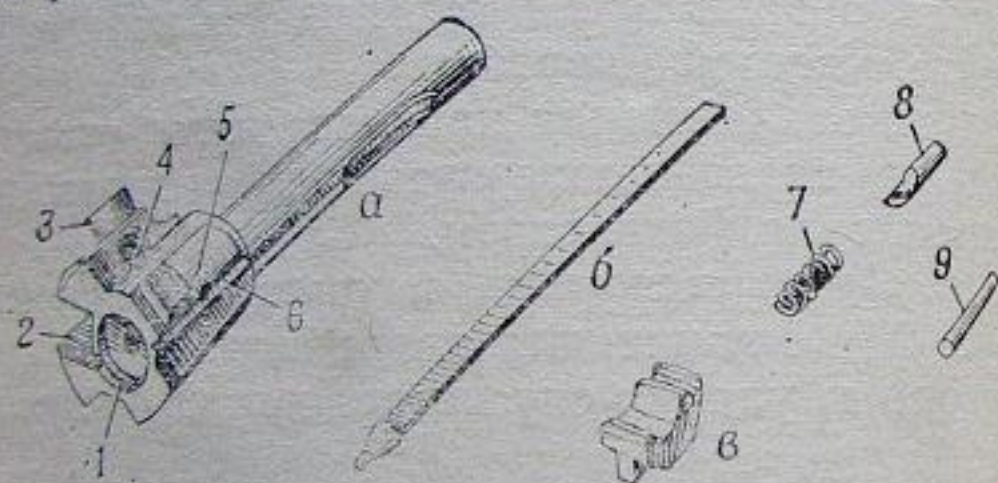

Рис. 29. Затвор:
16. Затвор (рис. 29) служит для досылания патрона в патронник, закрывания канала ствола